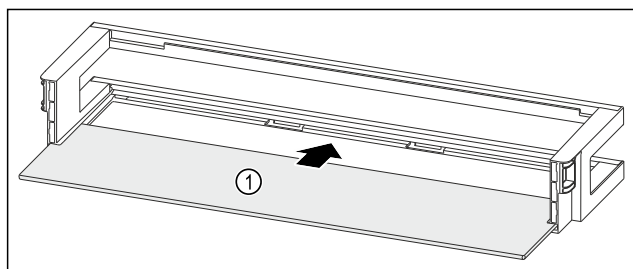

Fig. 164 Balconnet de contre-porte avec tablette de rangement
- Insérer la tablette de rangement Fig. 164 (1) dans les évidements latéraux.